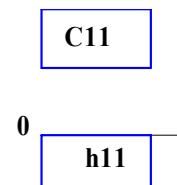

Рис. 1
10. На рис.1 показана схема полів допусків посадки: